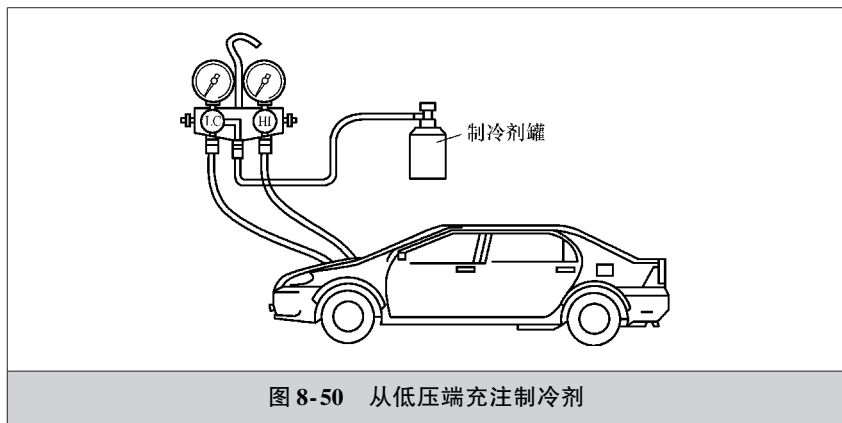

图 8-50 从低压端充注制冷剂
- 1) 如图 8-50 所示，将歧管压力表分别与压缩机和制冷剂罐连接好。